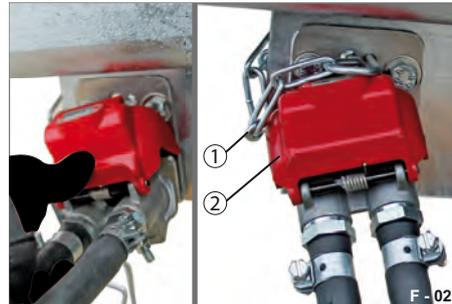

Abb. 25 Duo-Matic, geparkt
- ▶ Federstecker (Abb. 25/1) in die Bohrung hineinstecken. Duo-Matic Kupplung ist gegen Herunterfallen gesichert.